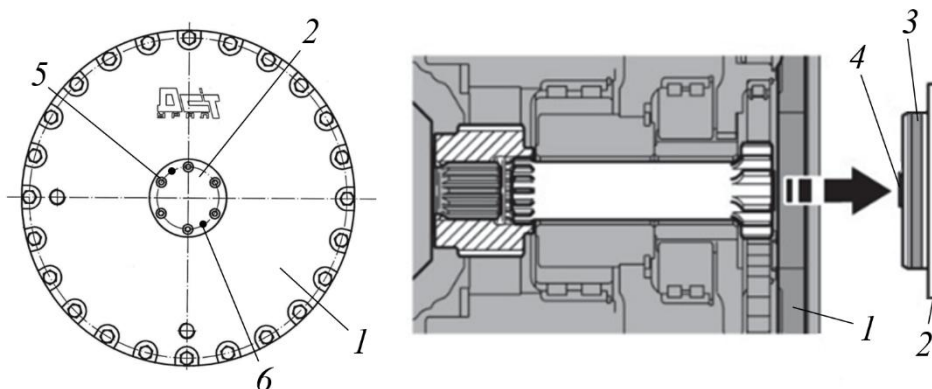

Рисунок 3.157. Демонтаж крышки бортового редуктора
- ▶ Очистить крышку редуктора 2, рис. 3.157, а также поверхность редуктора рядом с крышкой от загрязнений (для исключения попадания грязи во внутреннюю полость редуктора).
- ▶ Разместить емкость под крышкой для сбора вытекающего масла, рис. 3.157.
- ▶ Выкрутить шесть винтов 5, рис. 3.157.
- ▶ Демонтировать крышку 2 с уплотнительным кольцом 3 и роликом цилиндра 4 (см. рис. 3.157.).
- ▶ Выкрутить вспомогательные винты М6х80 из резьбовых 6, рис. 3.157 в крышке.
- ▶ Установить крышку 1 с уплотнительным кольцом и цилиндрическим роликом во фланец, закрепив винтами 5 рис. 3.157.